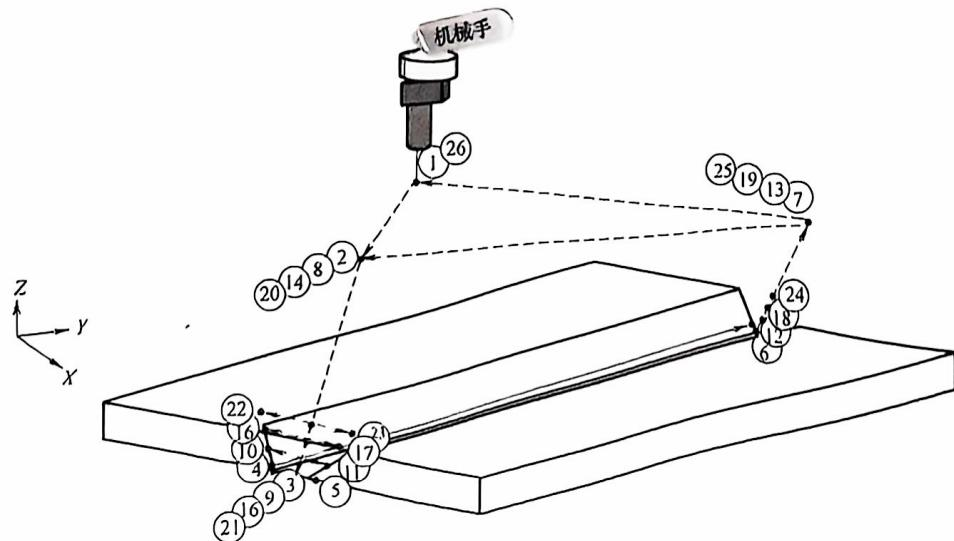

图 2-18 中厚板平对接产品的示教运动轨迹
- (1) 示教运动轨迹 采用多层单道直线摆动示教编程和焊接，其示教运动轨迹如图2-18所示，主要由编号为①~⑯的16个示教点组成。
①点、②点为原点（或待机位置点），其应处于与工件、夹具不干涉的位置，焊枪姿态一般为45°（相对于X轴）。
②点、⑦点、⑧点、⑬点、⑭点、⑯点、⑰点和⑲点为过渡点（前进点或退避点），也要处于与工件、夹具不干涉的位置，焊枪角度任意。
④点、⑤点、⑩点、⑪点、⑯点、⑰点、⑲点和⑳点为摆动振幅点，要根据焊道的宽度设定位置，焊枪姿态和角度应与焊接点一致。
③点、⑨点、⑯点和⑰点为焊接开始点，④点、⑪点、⑮点和⑲点为焊接结束点，焊枪姿态为与两工件垂直，与焊缝待焊方向成 $100^\circ\sim110^\circ$ 夹角。